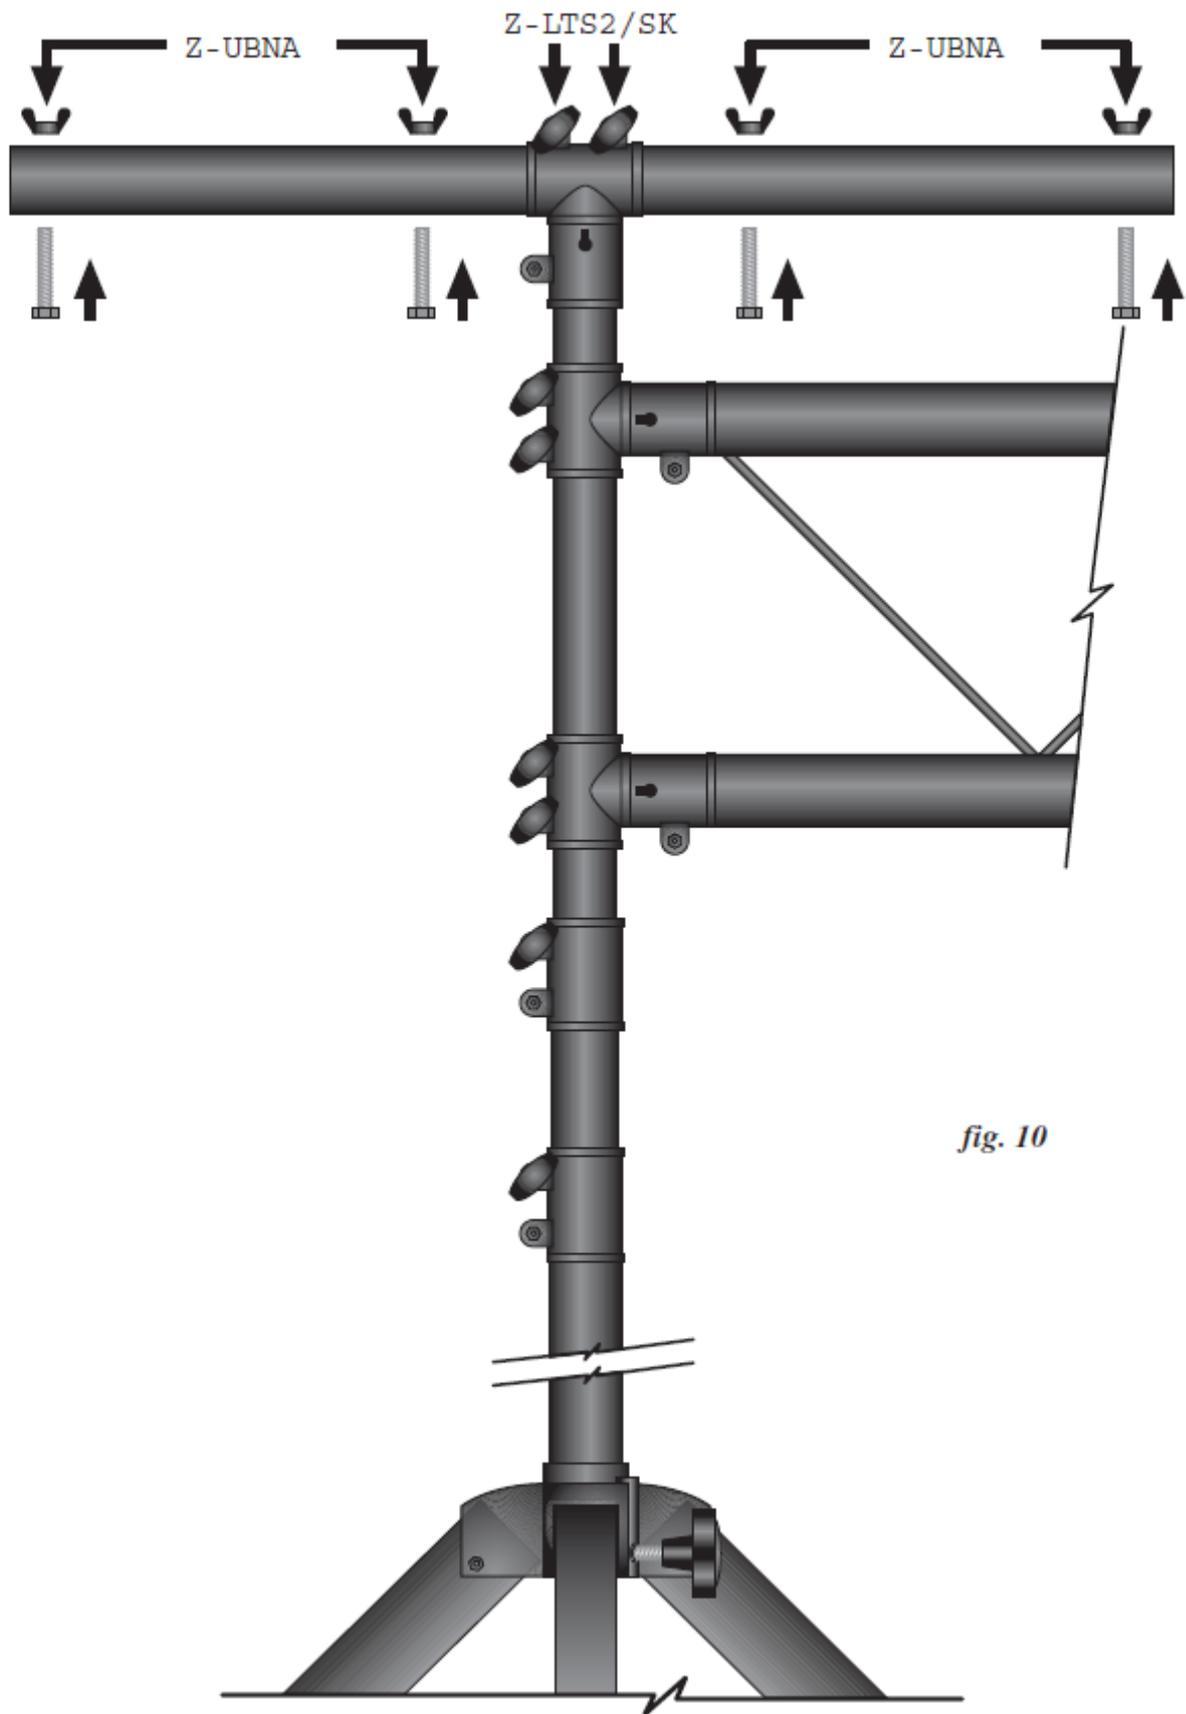

fig. 10
10. Apriete los pernos y palomillas en la barra en T. Termine apretando los mandos pequeños en el collar en T. (Ver Fig. 10)